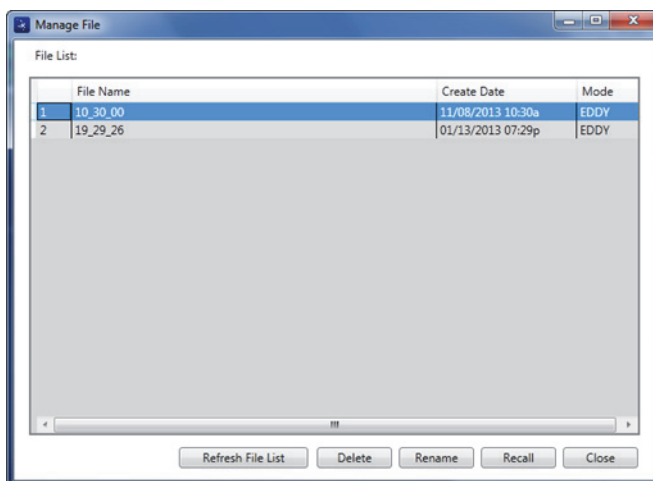

図 6-22 ファイルマネージャーダイアログボックス
Manage File（ファイルの管理）ダイアログボックスが開きます（330 ページの図 6-22 を参照）。
1. **Manage File** (ファイルの管理) ダイアログボックスで、名前を変更するファイルを選択し、**Rename** (名前の変更) をクリックします (330 ページの図 6-22 を参照)。
1. **Manage File**（ファイルの管理）ダイアログボックスで、呼び出すファイルを選択し、**Recall**（呼び出し）をクリックします（330 ページの図 6-22 を参照）。
- ◆ **Manage File**（ファイルの管理）ダイアログボックスで、**Refresh File List**（ファイルリストのリフレッシュ）をクリックします（330 ページの図 6-22 を参照）。